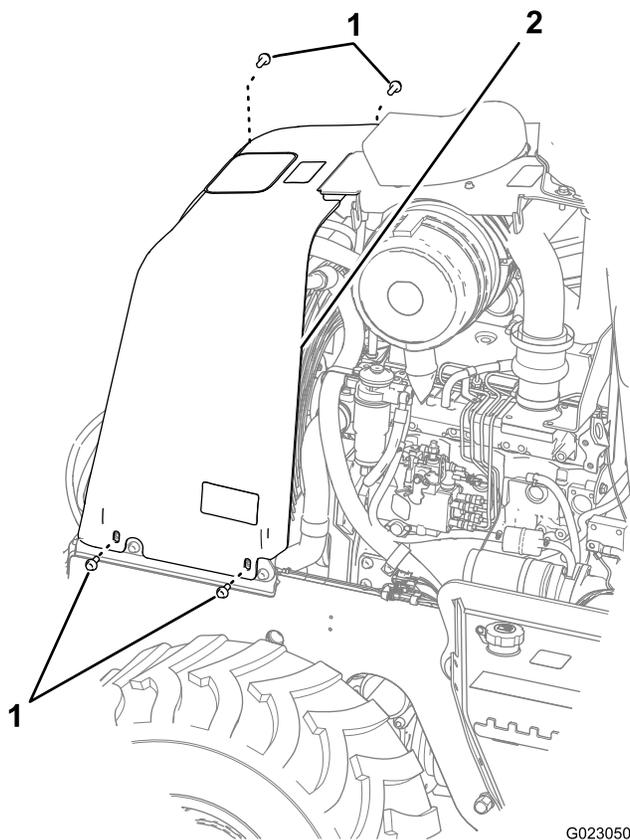

Figure 39
- Retirez les 4 boulons au bas des côtés droit et gauche du panneau avant (Figure 39).